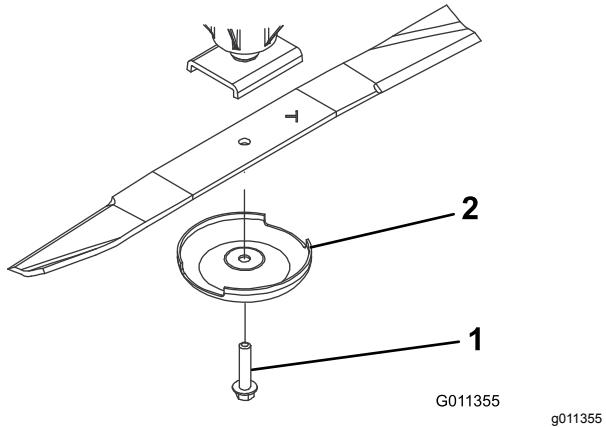

Figura 102
3. Retire del eje de la cuchilla el perno de la cuchilla, el protector de césped y la cuchilla (Figura 102).